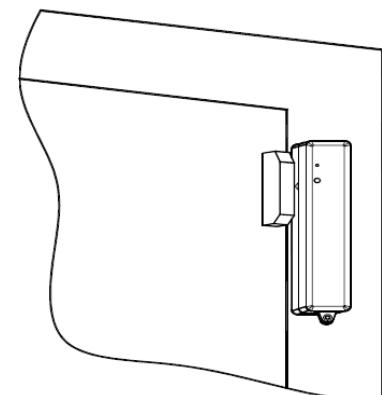

Fig. 5
1. Il est recommandé de fixer l'émetteur à la partie fixe et l'aimant à la partie mobile des portes et fenêtres. Référez-vous à la figure 5 et assurez-vous que l'espace entre l'aimant et le côté marqué de l'émetteur soit inférieur à 1 centimètre.